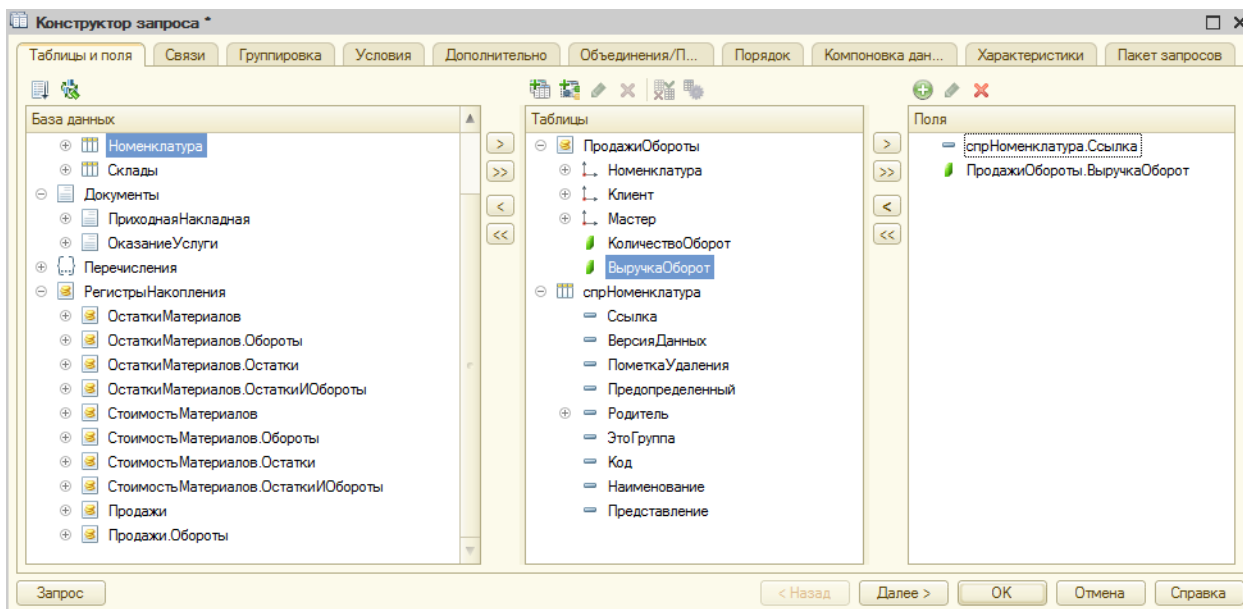

Рисунок 69 Конструктор запроса
6. Выберите в качестве данных объектную таблицу – справочник **Номенклатура**. Переименуйте его на **спрНоменклатура** (контекстное меню в разделе **Таблицы – Переименовать таблицу...**). Также в качестве данных укажите виртуальную таблицу регистра **Продажи.Обороты**. Выберите поля как на рис. 69: